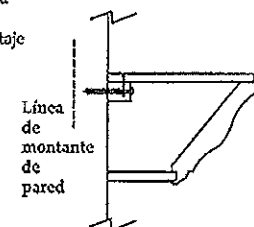

Fig. 2 Vista transversal del conjunto de repisa, pared y soporte
5) Una vez hechos los orificios previos, puede empezar a colocar los clavos. También puede agregar una pequeña línea de pegamento para madera en la parte superior del soporte si desea una instalación más fija. Una vez más, asegúrese de que la repisa está ubicada correctamente. Asegúrese además que esté bien sujeta a la pared y clave. Consulte como referencia la fig. 1 y la fig. 2.